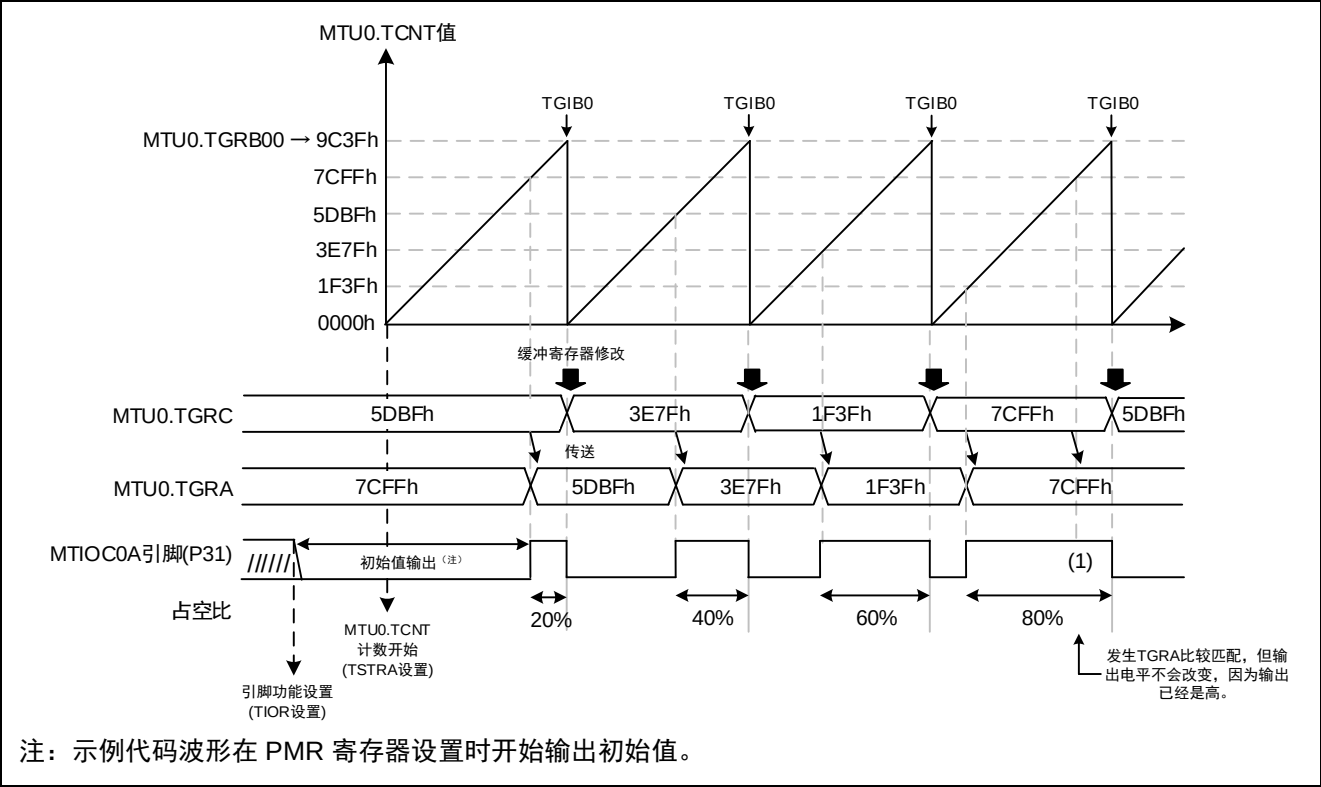

图 3.7 示例代码运行
- 关于占空比改变的时间的详细信息,请参考图 3.7
示例代码的运行如图 3.7 所示。通过在周期寄存器 TGRB 的 TGRB 比较匹配中断（TGIB0）中修改缓冲寄存器 TGRC 的值，可以在每个周期改变占空比的设置。当 TGRA 比较匹配发生时，TGRC 的值被传送到占空比寄存器 TGRA。
有关详细信息，请参考图 3.7 中 (1)。